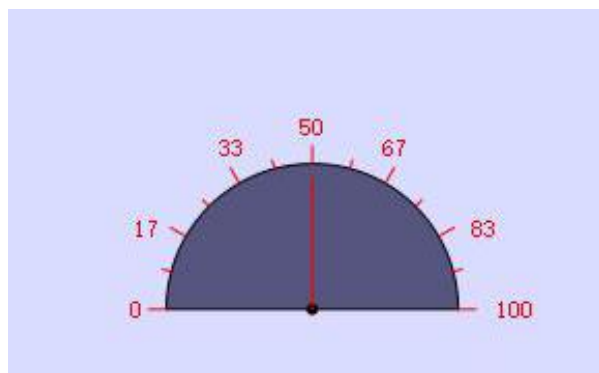

图 4-64 仪表控件
3. 在画面编辑区域，按下鼠标不动，牵拉鼠标画出仪表控件。仪表控件的效果图如下图 4-64：